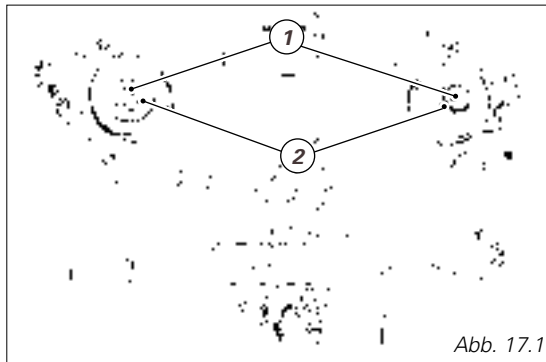

Abb. 17.1
- 1) (Abb. 17.1) zur Änderung der hydraulischen Dämpfung in der Zugstufe;
- 2) (Abb. 17.1) zur Änderung der Vorspannung der innen liegenden Federn;